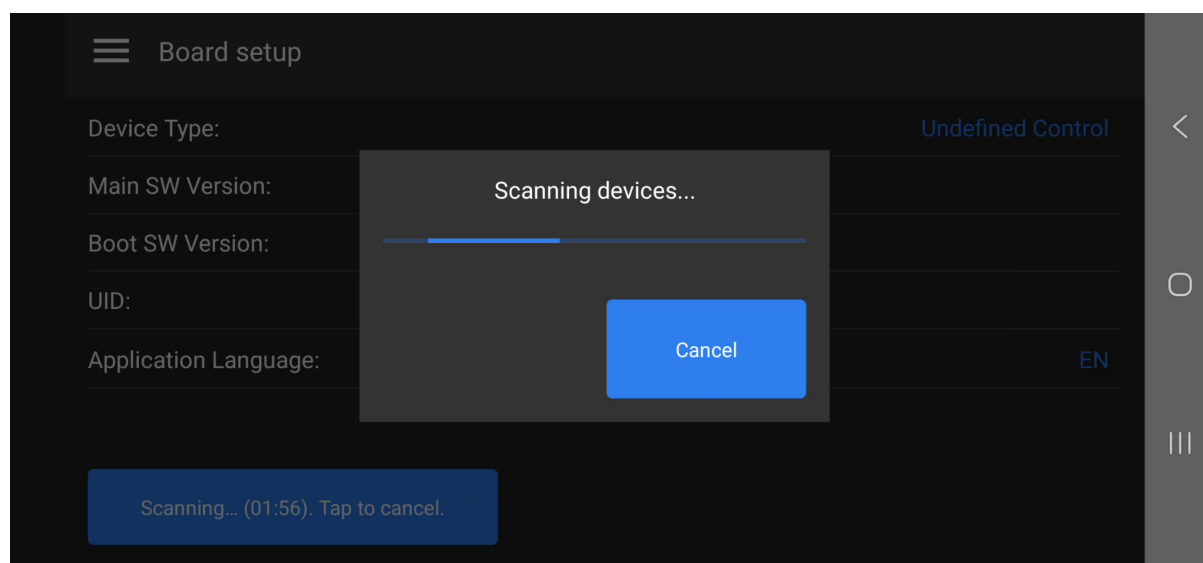
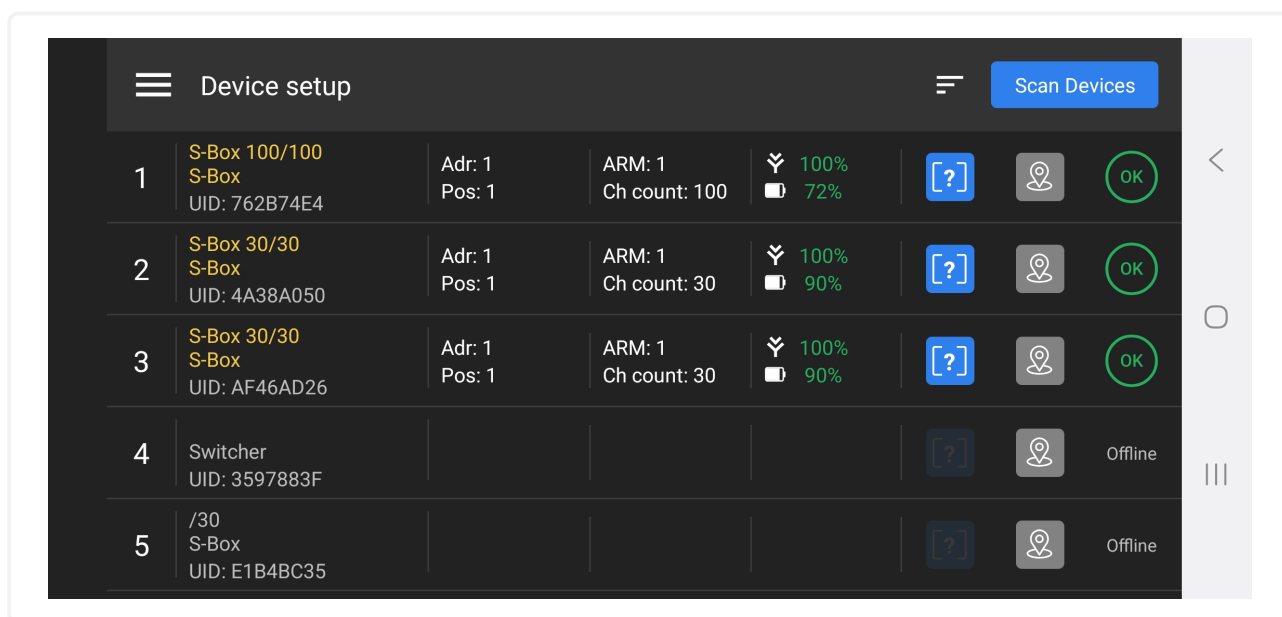

Рис. 46: Отображение режима автоматического восстановления связи с оборудованием
Рис. 47: Экран Список подключенного оборудования
В таблице автоматически меняется отображение подключенного оборудования. В верхних позициях выводятся активное и подключенное оборудование, в нижних позициях серым цветом отображается оборудование с которыми на данный момент нет связи. (см. рис. 47 на с. 65)
Если с приемником у пульта нет связи (разрядилась батарея, выключен прибор, неустойчивый радиоканал, большое расстояние между пультом и приемником) в таблице оборудования данный прибор будет отражаться серым цветом со статусом **Offline** и он отразится в нижней части списка (см. рис. 47 на следующей странице)(см. рис. 46)
При утере связи пульта с оборудованием (разрядилась батарея на оборудовании, неустойчивый радиоканал, большое расстояние между пультом и приемником), приложение запустит автоматически режим повторного сканирования доступного оборудования для автоматического переподключения его к пульта (см. рис. 46). Мобильное приложение пытается в течение 2-х минут выполнить подключение оборудования.
При переходе в раздел **Device Setup** на рабочем экране рис. 47 отражается список подключенного оборудования к текущему Пульту.
1. Перейти в экран просмотра подключенных приемников рис. 47 на с. 65
1. Перейдите на основной экран управления подключенным оборудованием **Device Setup** (см. рис. 47 на с. 65)